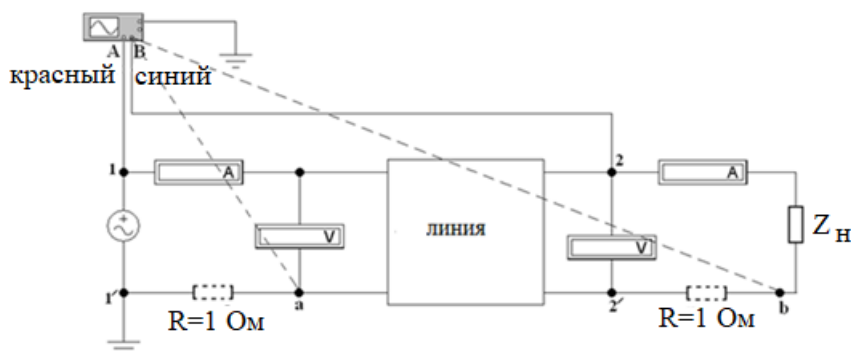

Рисунок 3.2
3.2.2 Подключить генератор, нагрузку и измерительные приборы (рисунок 3.2).